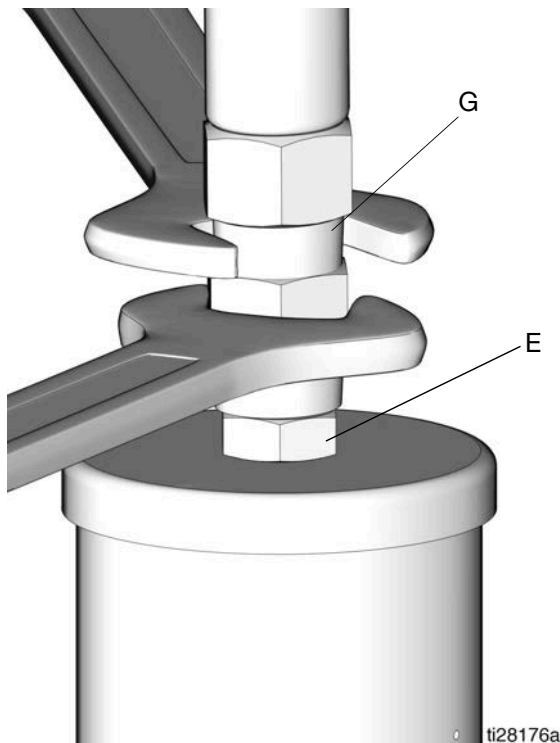

ABB. 8
2. Den Druck im System entlasten. Dafür zwei Schraubenschlüssel am Pumpenauslass (E) und Schmierleitungs-Anschlussstück (G) ansetzen und in entgegengesetzte Richtungen drehen, um das Anschlussstück langsam zu lösen, bis es nicht mehr fest sitzt und kein Schmiermittel und keine Luft mehr daraus austritt (ABB. 8).